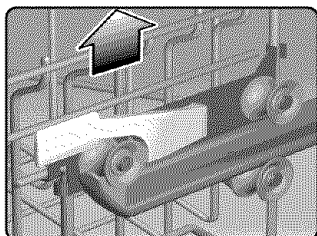

Figure 10/Illus. 10
- 5) You do not need to press the RackMatic™ handles to raise the rack. Grasp the upper rack by the upper edge and gently pull it upward, as shown in Figure 10, until the RackMatic™ handles lock the rack into position.
- 5) Il n'est pas nécessaire de presser les poignées RackMatic^{mc} pour soulever le panier. Saisir le panier supérieur par le bord supérieur et délicatement le tirer vers le haut, figure 10, jusqu'à ce que les poignées RackMatic^{mc} se verrouillent en position.
- 5) No es necesario que oprima las manillas del RackMaticTM para elevar el estante. Agarre el estante superior por la orilla superior tal como muestra la Ilustración 10 y delicadamente jálelo hacia arriba hasta que las manillas del RackMaticTM enganchen el estante en su posición.